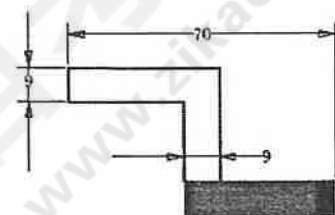
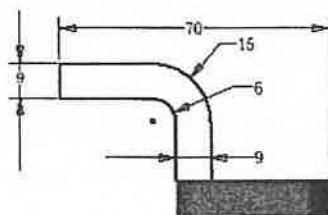

图8
图9
13. 将图8中所示的两个直角都修改成图9中所示的圆角, 应使用哪个工具栏上的圆角命令? 【 】